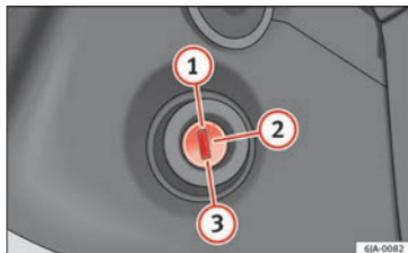

Fig. 172 Posizioni della chiave di accensione.
- Durante la marcia a motore spento, la chiave dell'accensione deve essere sempre in posizione **2** » » » **fig. 172** » » » pag. 160 (accensione inserita). Questa posizione viene segnalata dall'accendersi delle spie di controllo. In caso contrario, lo sterzo potrebbe bloccarsi inaspettatamente - Pericolo di incidente!
- Il motorino di avviamento è azionabile (posizione della chiave nel quadro ③) » fig. 172 » pag. 160) solo a motore fermo. Se il motorino di avviamento viene azionato a motore acceso, potrebbe danneggiarsi.
- Schiacciare a fondo il pedale della frizione e avviare il motore  **» fig. 172 » pag. 160**, senza schiacciare il pedale dell'acceleratore. Tenere premuto il pedale della frizione fino a quando il motore non si sia messo in moto.
Spegnere il motore, girando la chiave dell'accensione fino alla posizione  **» fig. 172 » pag. 160**.